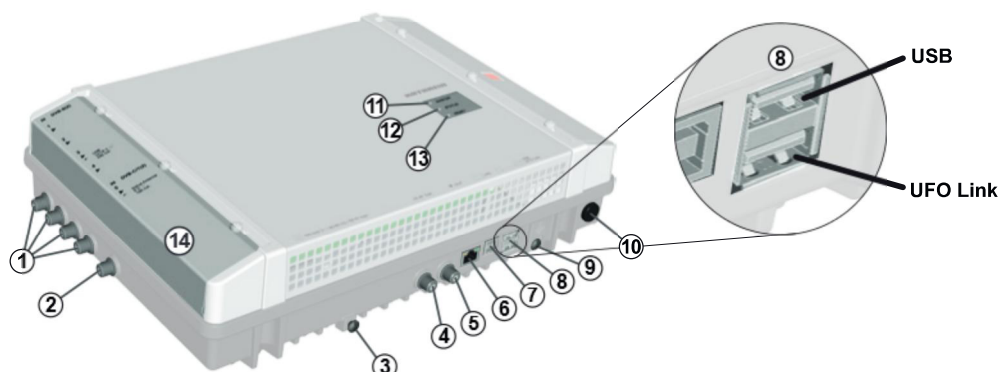

Fig. 1: Elementi dell'apparecchio
Eccezione: Copertura degli slot CI (Ⓙ in Fig. 1, pag. 3)
1. Collegare un conduttore di compensazione del potenziale (Cu, $\geq 4 \text{ mm}^2$) sulla vite di messa a terra; vedere ④ in Fig. 1, pag. 3.
- Le spine devono essere inserite nelle interfacce UFO Link adatte del master e dello slave (⑥ in Fig. 1).
4. Collegare le linee di segnale AF per l'antenna, la rete via cavo e l'uscita alle testate; vedere ①, ② e ⑤ in Fig. 1, pag. 3.